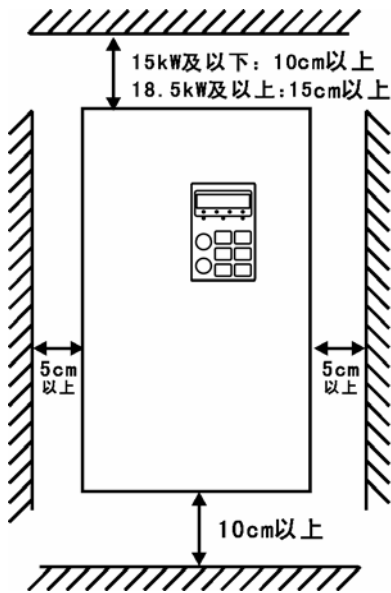
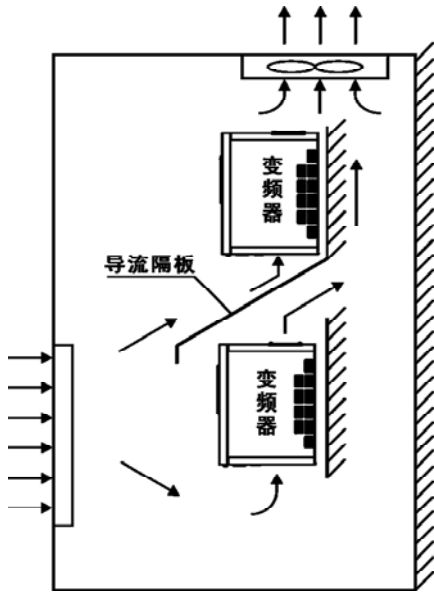

图3-1 安装的间隔距离
图3-2 多台变频器的安装
- 9、 变频器应垂直安装，请勿倒装，斜装或水平安装。使用合适的螺钉安装在牢固的结构上。安装间隔及距离要求，如图3-1所示；两台变频器采用上下安装时，中间应加装导流隔板，如图3-2所示。